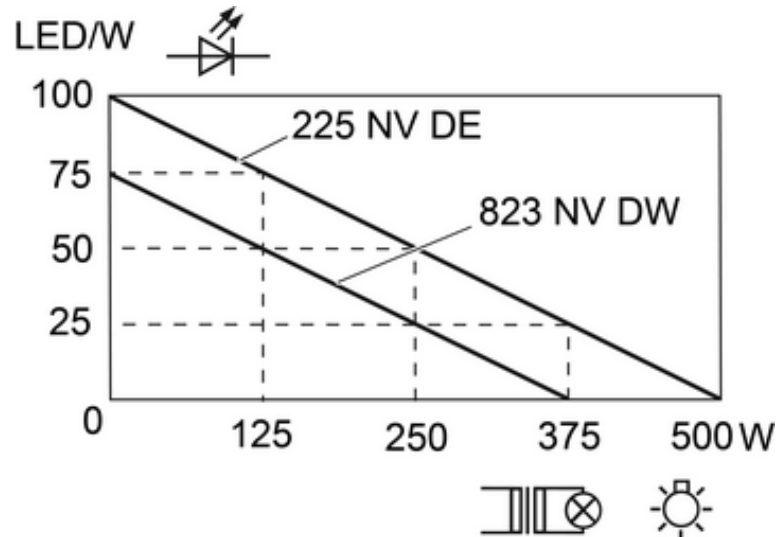

Bild 4: Lastkurve Mischlasten
- i** Mischlastbetrieb von LED-Lampen oder Kompaktleuchtstofflampen mit anderen zulässigen Lasten möglich. Lastkurve (Bild 4) beachten.